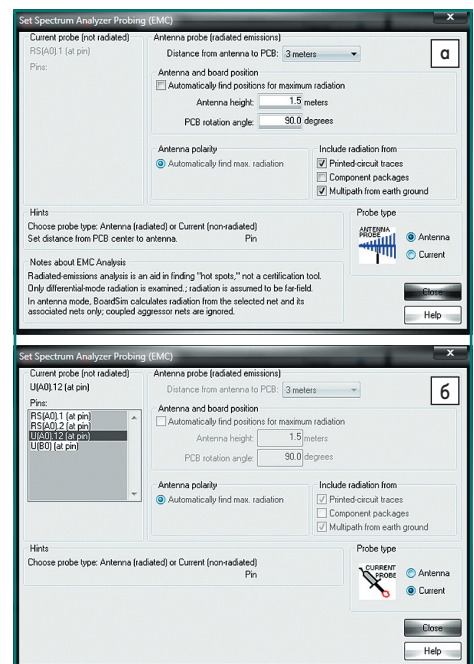

Рис. 22. Окно Set Spectrum Analyzer Probing (EMC), тип зонда: а) антенна; б) токовый пробник
Перед запуском моделирования нужно установить зонды. Для этого следует нажать кнопку **Set** в поле **Probe** лицевой панели анализатора спектра. В результате откроется окно **Set Spectrum Analyzer Probing (EMC)** — рис. 22.
- Current — токовый пробник (рис. 22б).